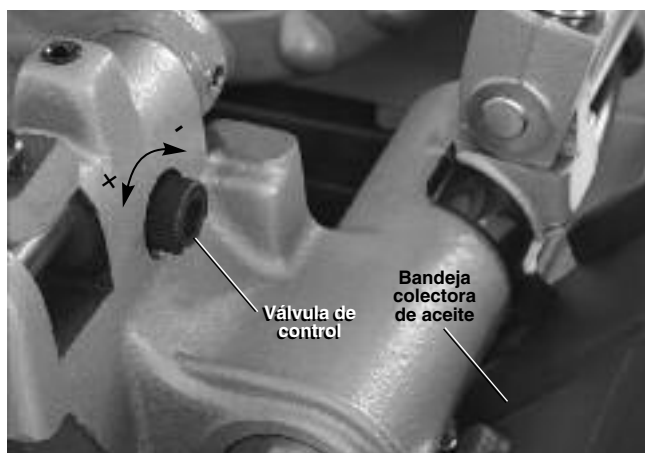

Figura 5 – Ajuste del flujo de aceite
11. Revise el nivel de aceite de corte RIDGID. Extraiga la bandeja de virutas y el revestimiento de la bandeja colectora de aceite. Verifique que el conjunto de filtro de malla esté completamente sumergido en aceite. *Vea Mantenimiento del sistema de aceite.* Si la máquina tiene una bandeja colectora de aceite, verifique que esté bien colocada para que el aceite que gotea del cabezal de terrajas caiga en la bandeja colectora de aceite (*vea la Figura 5*).
- Coloque el cabezal de terrajas en la posición de uso. Pise el interruptor de pie y manténgalo oprimido. Verifique que fluya aceite por el cabezal de terrajas. Quite el pie del interruptor. Puede ajustar el flujo de aceite con la válvula de control en el carro (*Figura 5*). Si gira la válvula a la derecha disminuye el flujo y si la gira a la izquierda aumenta el flujo. No ajuste la válvula si la máquina está andando.